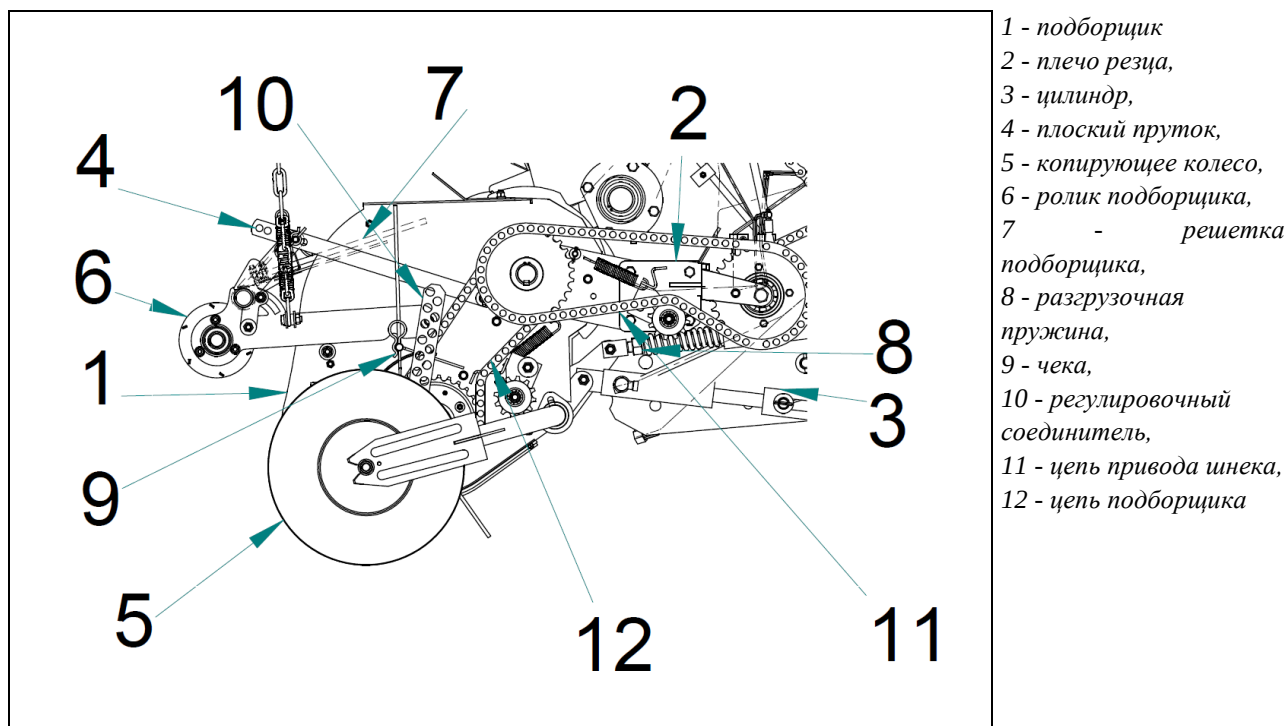

Рис. 76. Регулировка рабочей высоты подборщика
Рабочая высота подборщика должна быть отрегулирована гидравлически на ровной поверхности перед уборкой. Подборщик должен быть установлен таким образом, чтобы его пружинные пальцы слегка прочесывали стерню при уборке соломы. При уборке сухого и полусухого сена пальцы подборщика не должны тереться о землю - расстояние 2-3 см от земли. Подборщик следует устанавливать в более высокое положение при более высокой стерне, при уборке более крупного урожая и при неровностях почвы. После установки рабочей высоты, подборщик(1) должен быть защищен от случайного опускания с помощью копирующих колес (5), закрепив регулировочный соединитель (10) на верхнем штифте подходящим отверстием и защитив его чекой (9). Правые и левые колеса должны быть на одинаковой высоте. Кроме того, подборщик должен быть защищен от случайного опускания цепью (6), зацепив крюк (7) на защитном ограждении в соответствующую проушину. Высоту решетки подборщика (5) следует регулировать с помощью плоского прутка (4) (Рис. 76), изменяя угол наклона пальцев по отношению к крышкам подборщика. Угол наклона пальцев зависит от типа материала. Для сухого материала пальцы должны быть близко к крышкам, а для влажного материала пальцы должны быть установлены на максимум.
Цепь натягивается автоматически или путем замены пружины (Рис. 76).